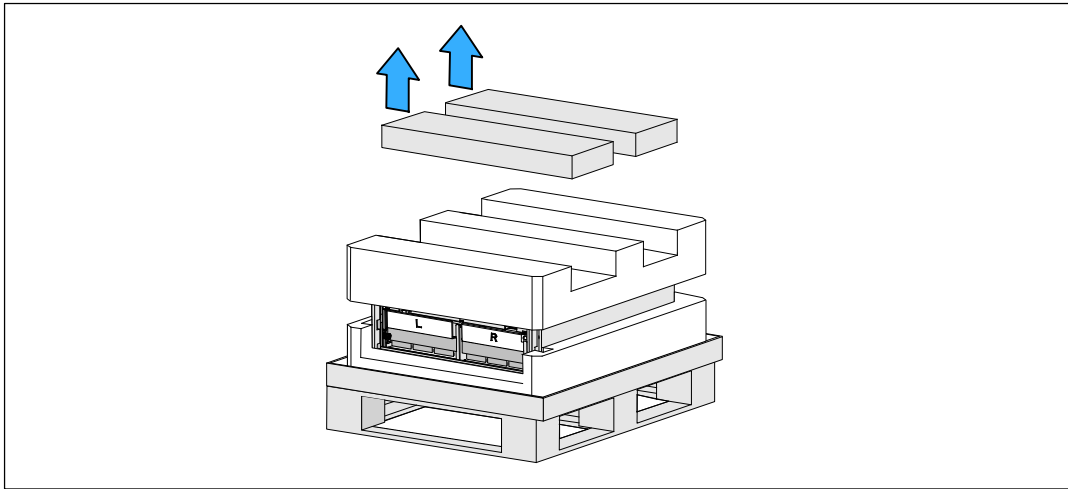

Figura 5. Remoción de las cajas con accesorios
- 3 Retire las dos cajas con accesorios que se encuentran dentro de los canales en la sección superior de Styrofoam. Abra las cajas de accesorios y colóquelas en una superficie cercana que sea plana y estable (véase Figura 5).